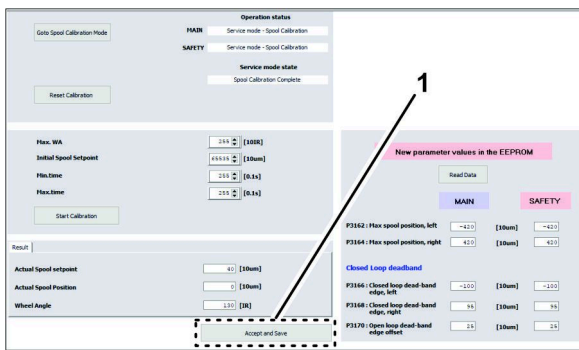

Bild 50
5. Klicken Sie unten auf dem Bildschirm für die Spulenkalisierung auf das Symbol ACCEPT AND SAVE [Akzeptieren und Speichern] (Bild 50).